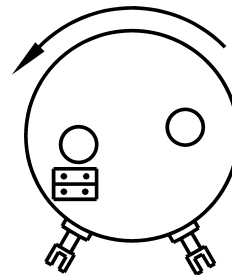

Bild 6
- Jumper "horizontal"plaziert für Drehsinn gegen den Uhrzeigersinn. (siehe Bild 6)